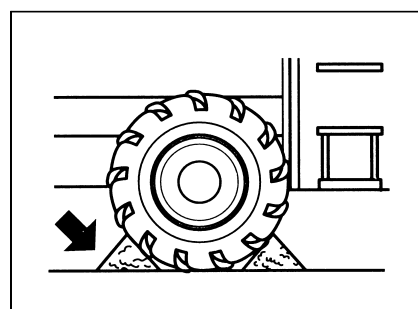

Рис. 3-1
- При погрузке и разгрузке машины следует укрепить колеса транспортных средств для обеспечения отсутствия движения транспортных средств, под аппарелью положить сухари. (Рис.3-1)